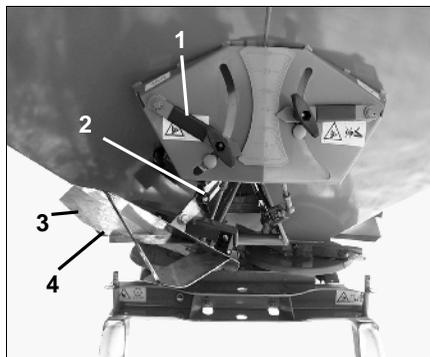

Fig. 38
- fermez la trappe d'alimentation gauche (Fig. 38/1).
- desserrez l'écrou à ailettes (Fig. 38/2).
- faites pivoter vers le bas le déflecteur de bordure (Fig. 38/3) de sa position de remisage (Fig. 38/4) en position de travail (Fig. 38/5).
- resserrez l'écrou à ailettes (Fig. 38/2).